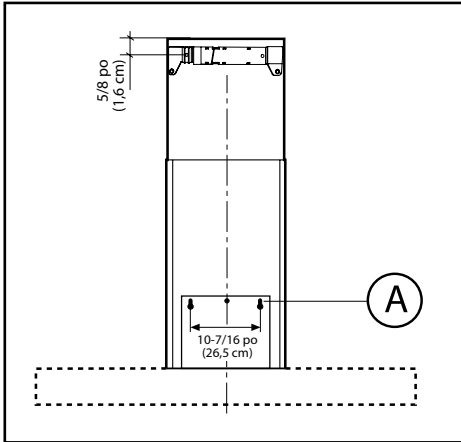

**Fig.1**
■ **AVERTISSEMENT - POUR DIMINUER LES RISQUES D'INCENDIE, DE CHOC ÉLECTRIQUE OU DE BLESSURES, VEUILLEZ SUIVRE LES INSTRUCTIONS SUIVANTES : Avant d'effectuer les connexions électriques à la source d'alimentation, assurez-vous que la boîte électrique est bien fixée comme illustré à la figure 1.**
**Avant d'installer la hotte, fixez la boîte électrique comme illustré à la figure 1.**